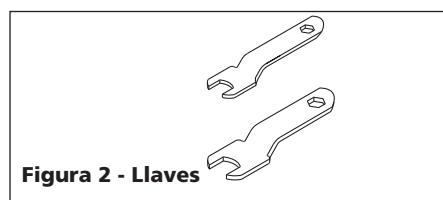

Figura 2 - Llaves
- Ajuste firmemente el mandril portapieza con llaves (incluidas con algunos modelos) (Vea la Figura 2 & 3). Aplique una llave a la tuerca del mandril y la otra al eje. Gire la llave de la tuerca del mandril hacia la derecha, mientras al mismo tiempo gira la otra llave en la dirección opuesta. Asegúrese de que el vástago no quede posicionado incorrectamente.